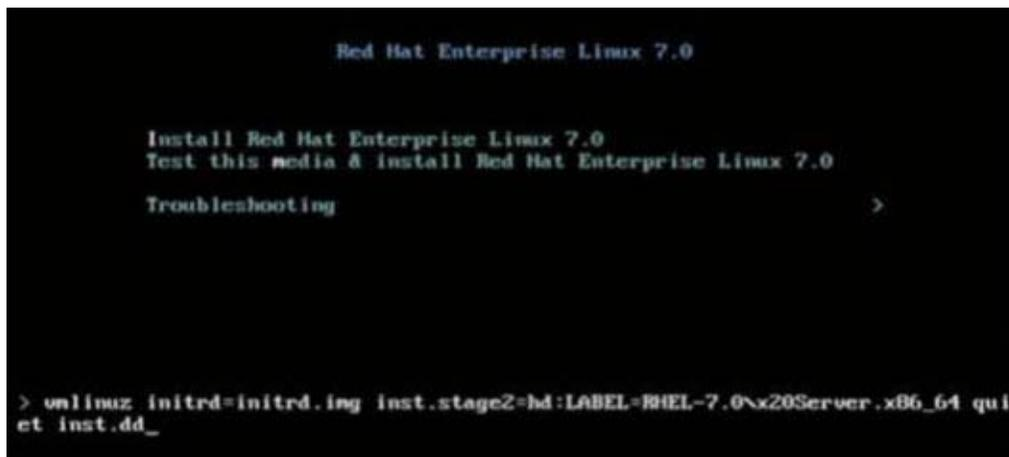

Abbildung 14-29. Hinzufügen der dd-Option
3. Fügen Sie die Option `dd` zu der Boot-Befehlszeile hinzu, wie in Abbildung 14-29 beschrieben.